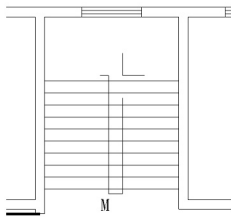

图 2.102 绘制矩形的左下角点
① 在指定第一个角点或 [倒角(C)/标高(E)/圆角(F)/厚度(T)/宽度(W)]: 提示下, 输入 “@-80, -110” 后按 Enter 键, 表示把矩形的左下角点绘制在刚才定义的相对坐标基本点偏左 80、偏下 110 处, 如图 2.102 所示。